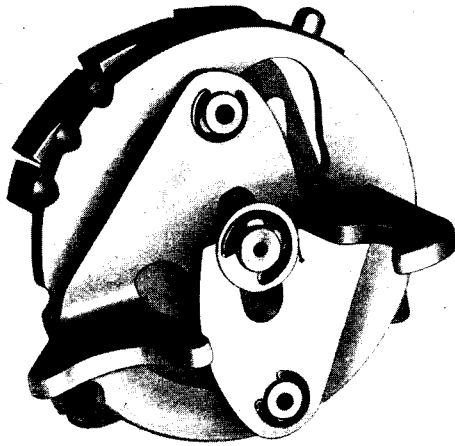

Bild 10
4. **Fixierstifte für den Schaltautomaten** einschlagen, Schaltautomat in die beiden Fixierstifte einpassen (dabei mit einem Schraubenzieher den Arretierbolzen zurückdrücken (Bild 10).